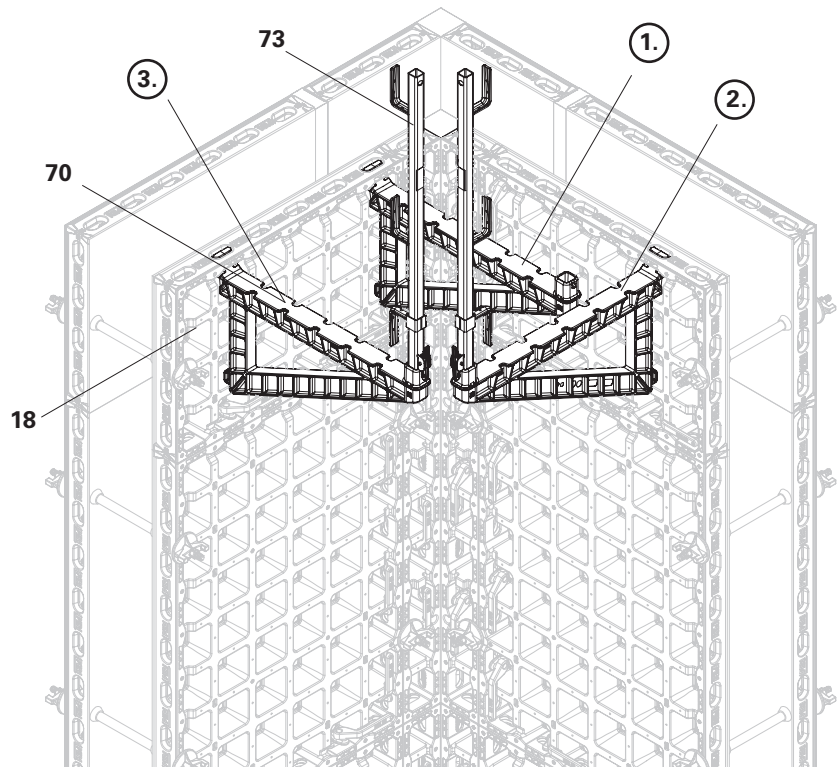

Fig. B4.07
La console DUO (70) ainsi que le support de garde-corps avant DUO (73) peuvent être montés sur le panneau DP 60. (Fig. B4.07)